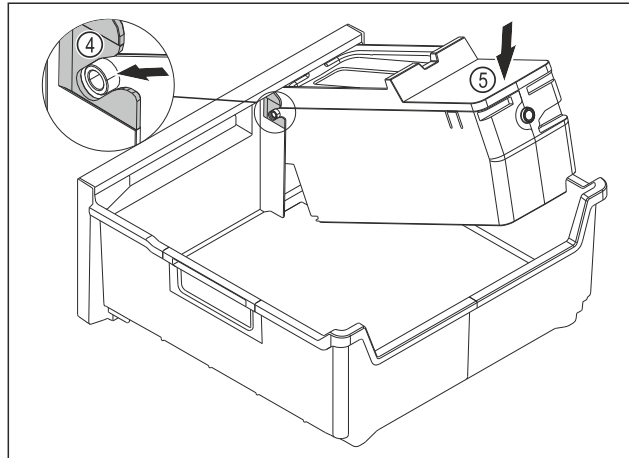

Fig. 100
- Montaż korpusu EasyTwist-Ice: Wsunąć osie korpusu EasyTwist-Ice w prowadnice Fig. 100 (4).
- Docisnąć korpus EasyTwist-Ice Fig. 100 (5) z tyłu do dołu.